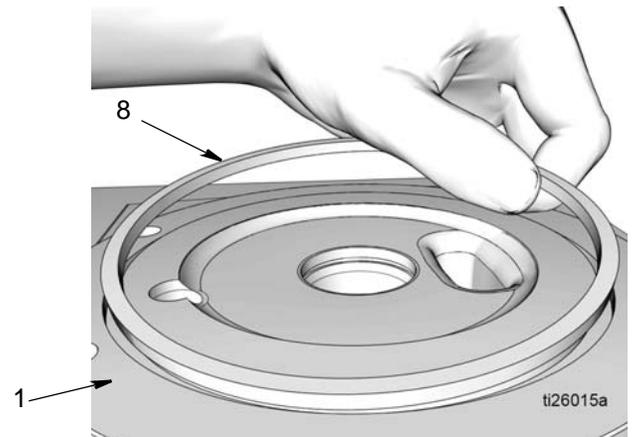

图 28
21. 从泵底座 (8) 上拆下方 O 形圈 (1) (图 28)。根据正确处置的所有相关规定，处置 O 形圈